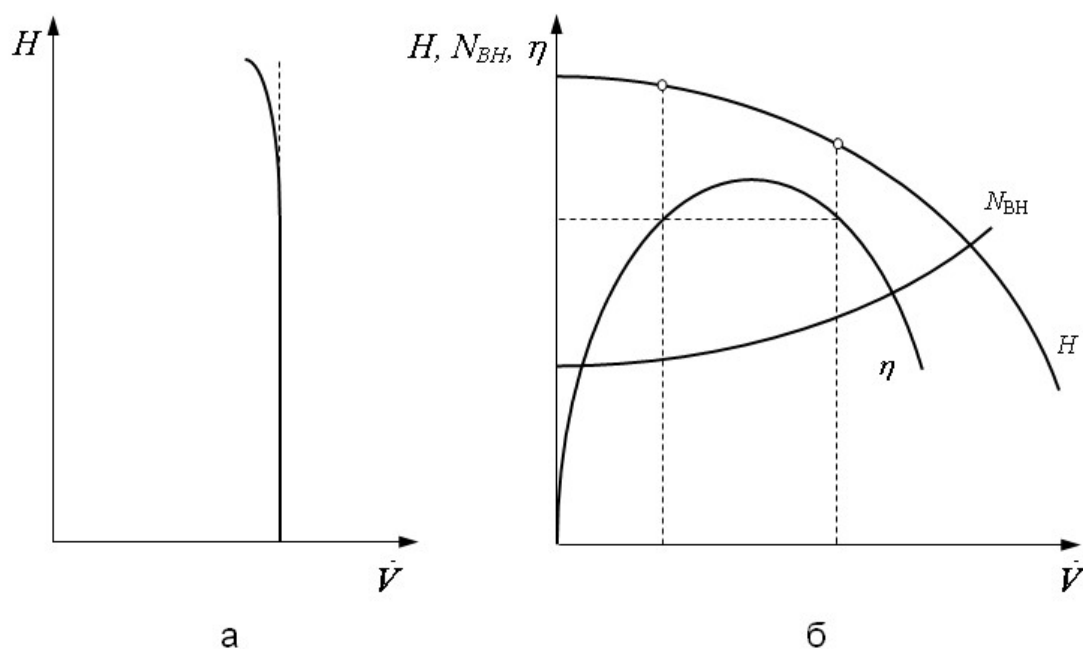

Рис. 1.8. Рабочие характеристики поршневого (а) и центробежного (б) насосов
4. Построить графики  $H = f(\dot{V})$ ,  $N_{\text{пол}} = f(\dot{V})$ ,  $\eta = f(\dot{V})$  для циркуляционного центробежного и поверхностного вихревого насосов; графики  $H = f(\dot{V})$  для перистальтического объёмного, поршневого и шестеренчатого насосов (см. рис. 1.8).